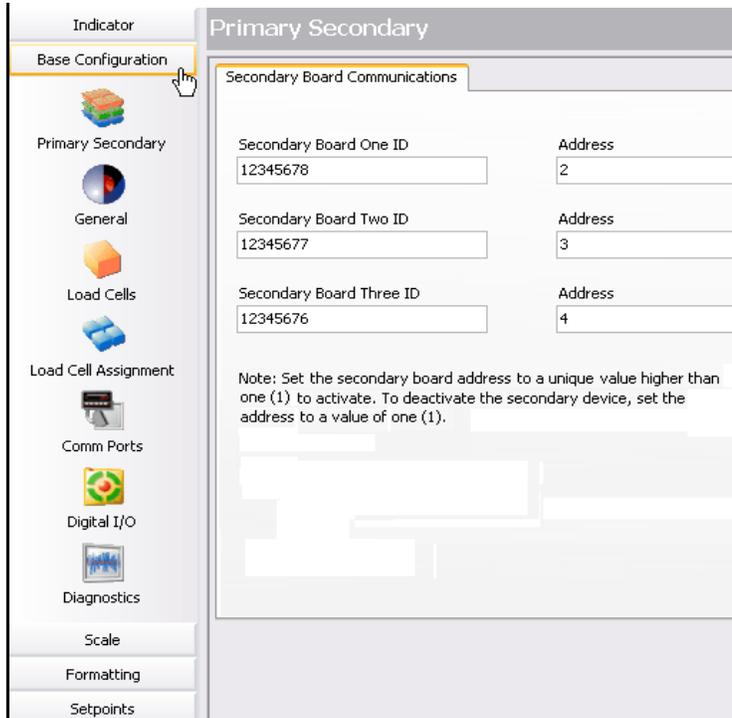

Figura 3-17. Configuración Base Rev III, Comunicaciones Primarias/Secundarias
3. Seleccionen **Base Configuration [Configuración base]** desde la ventana izquierda (vean la Figura 3-17) para expandirla. Las selecciones *Base Configuration [Configuración base]* (General, Load Cells [Celdas de carga], Load Cell Assignment [Asignación de celdas de carga], Comm Ports [Puertos de comunicación], Digital I/O [E/S digital], y Diagnostics [Diagnosticas]) serán visualizadas.
**NOTA:** Para desactivar el dispositivo secundario, establecer la dirección en 1 (utilicen las cajas de texto de dirección mostrados en la Figura 3-17).